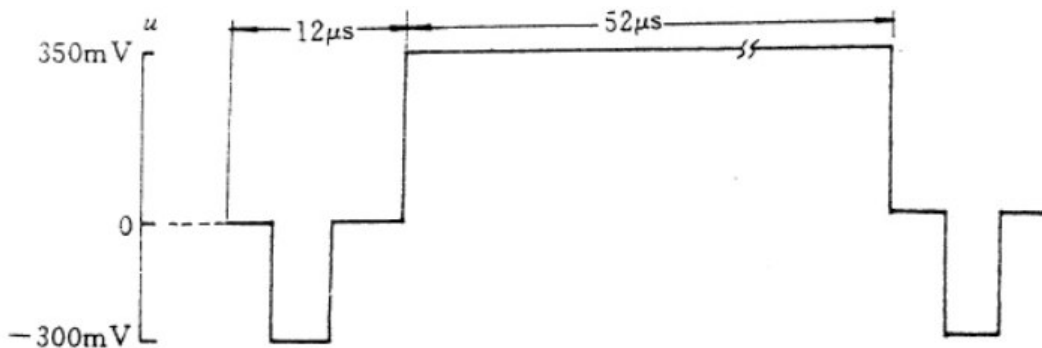

图 2.14 平场信号
- 平场信号— 测试杂波时用的信号, 如图 2.14 所示。